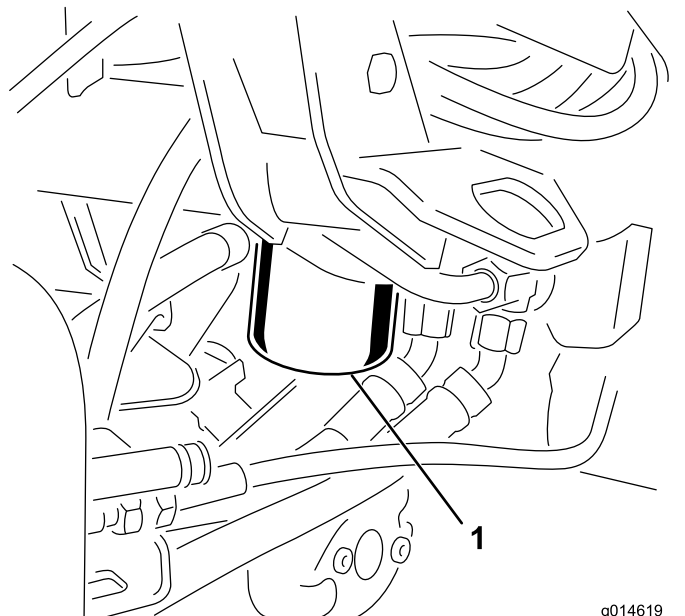

图44
1. 清洁过滤器安装区周围的区域（图44）。在过滤器下面放置一个放油盘并拆下过滤器。